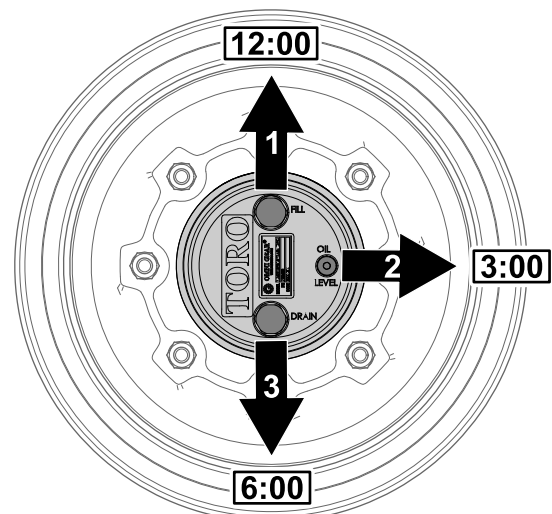

Figura 126
1. Aparque la máquina en una superficie nivelada y coloque la rueda con el tapón de llenado en la posición de las 12, el tapón de verificación en la posición de las 3 y el tapón de vaciado en la posición de las 6 (Figura 126).
2. Retire el tapón de verificación de la posición de las 3 (Figura 126).
1. Aparque la máquina en una superficie nivelada y coloque la rueda con el tapón de llenado en la posición de las 12, el tapón de verificación en la posición de las 3 y el tapón de vaciado en la posición de las 6; consulte la Figura 126 en Comprobación del lubricante de la caja de engranajes planetarios (página 75).